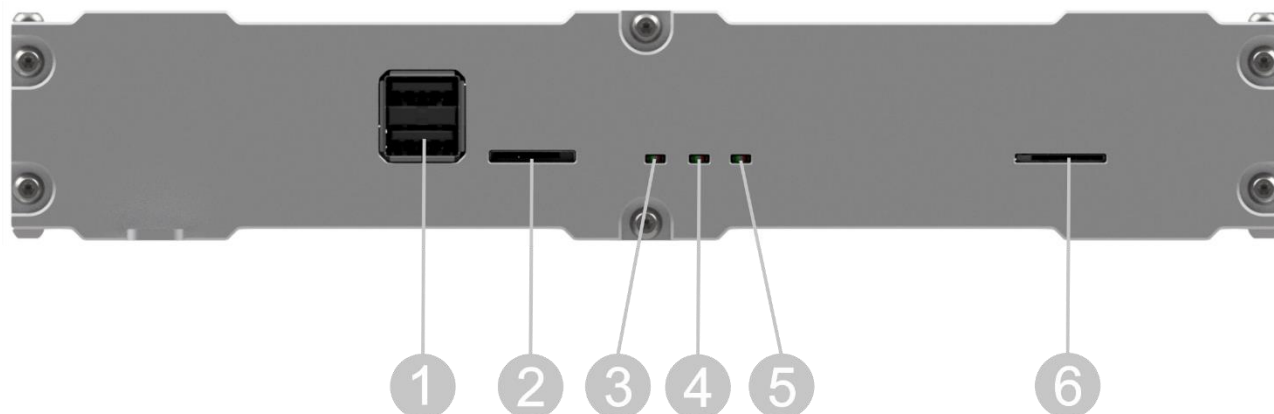

Рисунок 1
3.4.2 SIM коннектор расположен на передней панели корпуса СВ с правой стороны, смотреть Рисунок 1 в п.п. 2.6.2.
3.5.2 Коннектор карты памяти расположен на передней панели корпуса СВ рядом с USB разъемом, смотреть Рисунок 1 в п.п. 2.6.2.